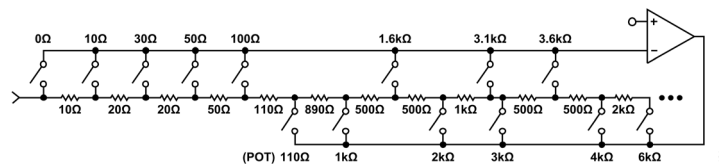
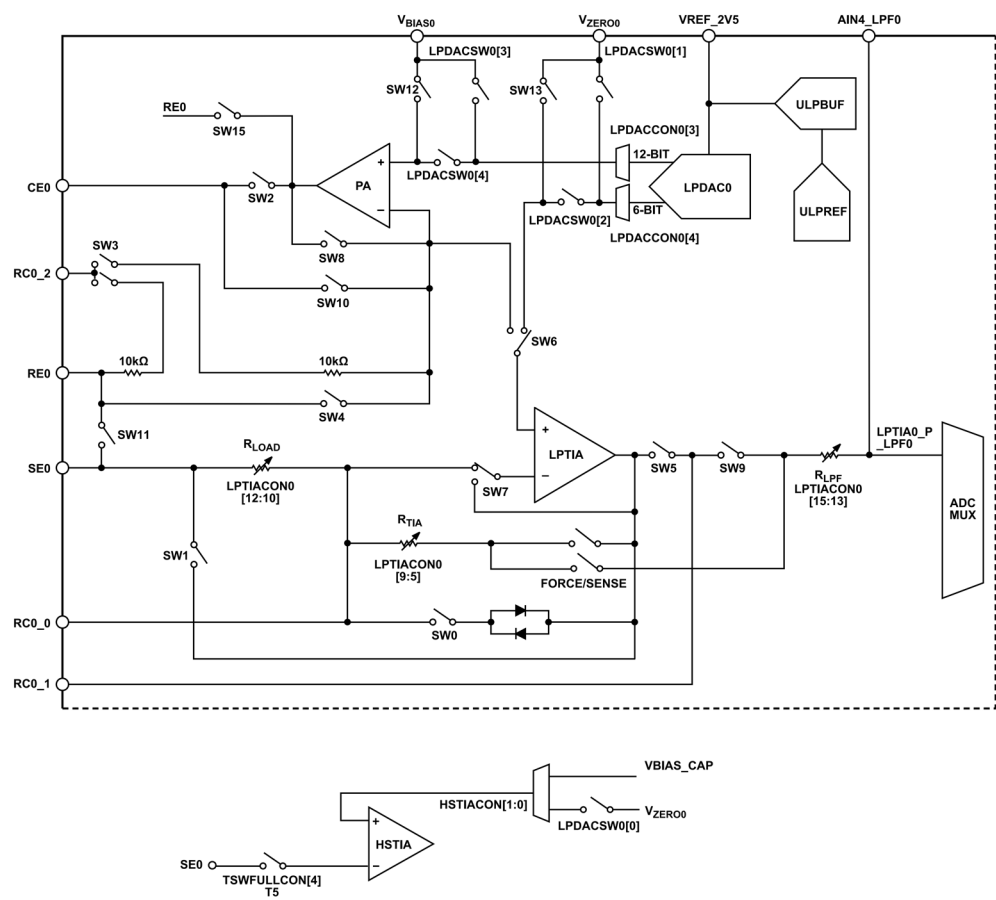

図 21. LPTIA の R_{LOAD} および R_{GAIN} の構成
図 22. 狭帯域幅ループ・スイッチ
ポテンシオスタットの出力は、スイッチ・マトリクスを通じて様々なパッケージ・ピンに接続できます（詳細については、プログラマブルなスイッチ・マトリクスのセクションを参照）。ポテンシオスタットには複数の設定可変スイッチ・オプションがあり、数多くの設定オプションが可能です（図 22 参照）。
ポテンシオスタットは、CE0 で V_{BIAS0} の電圧を出力するための標準的なバッファ出力として用いることもできます。これを実現するには、図 22 に示すように、SW10 スイッチを閉じることによって、反転入力をポテンシオスタットの出力に接続します。
低電力 TIA 回路周辺には、数多くのスイッチがあります。LPTIASW0 レジスタは、これらのスイッチを設定します。図 22 に使用可能なスイッチを示します。LPTIACON0 レジスタの TIAGAIN ビット (ビット[9:5]) がセットされている場合、これらのスイッチは自動的に閉じられます。これらのスイッチが閉じている場合には、抵抗コンデンサ (RC) 遅延回路として作用するローパス・フィルタの抵抗 (R_{LPF})、および AIN4/LPF0 ピンのコンデンサを伴う、フォース/センス回路があります。LPTIA0_P_LPF0 は、低電力 TIA ローパス・フィルタの出力を ADC マルチプレクサに接続します。アナログ・デバイズでは、低電力 TIA を用いる場合には、LPTIA0_P_LPF0 マルチプレクス・オプションを ADC 入力として選択することを推奨します。低電力 TIA を安定化するために、RC0_0 ピンと RC0_1 ピンの間に 100nF のコンデンサを接続することを推奨します。
LPTIACON0[9:5] ビットは、図 22 で R_{TIA} と表されている、低電力 TIA 用の様々なゲイン抵抗値を選択します。低電力 TIA の帰還経路に示されているフォースおよびセンスの接続は、内部 R_{TIA} 用に様々な R_{TIA} 設定を選択するスイッチでの電圧 ($I \times R$) 降下を避けるために使用されます。
表 21 は、様々な測定タイプに対して推奨される、低電力ポテンショスタット・ループのスイッチ設定を示すものです。どの測定タイプにでも、スイッチを 1 に設定するとスイッチが閉じ、スイッチを 0 に設定するとスイッチが開きます。LPTIASW0[13:0]は、図 22 に示す SW13~SW0 を制御します。図 21 に、LPTIA 用の R_{LOAD} 設定と R_{GAIN} 設定の間の関係を示します。 R_{LOAD} は LPTIACON0[12:10]を設定することによって設定されます。 R_{GAIN} は LPTIACON0[9:5]によって設定されます。 R_{LOAD} が大きい場合、 R_{GAIN} バンクから抵抗を用いて、 R_{GAIN} のサイズを低減します。詳細については、LPTIACON0 ビット・フィールドの説明 (表 22 および 表 24) を参照してください。